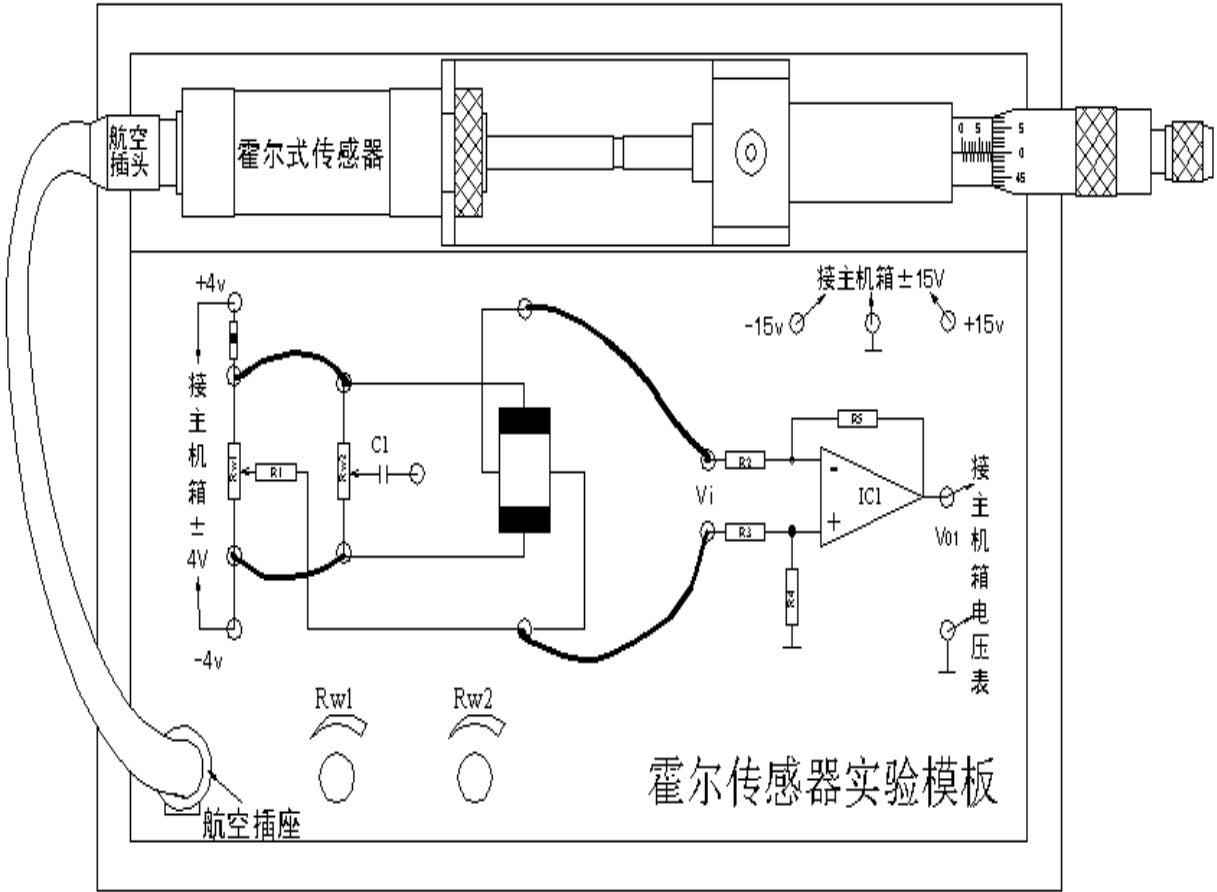

图 14 霍尔传感器 (直流激励) 位移实验接线示意图
- 1、霍尔传感器和测微头的安装、使用参阅实验九。按图 14 示意图接线 (实验模板的输出 Vo1 接主机箱电压表的 Vin)，将主机箱上的电压表量程 (显示选择) 开关打到 2v 档。